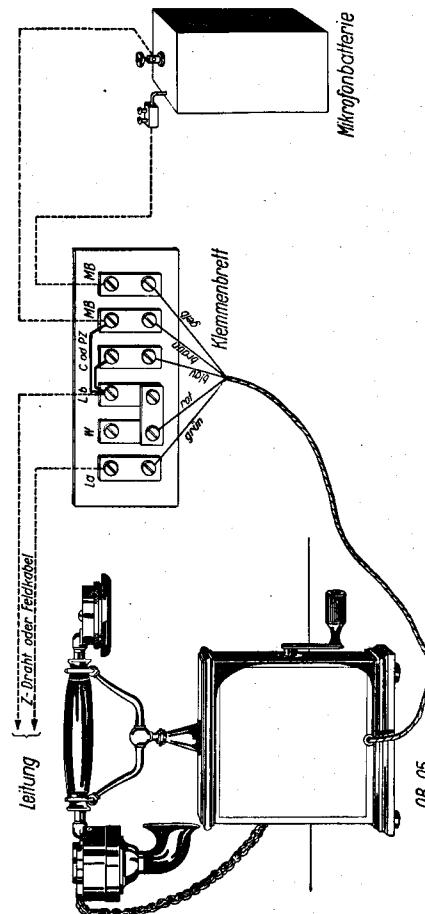

Bild 19. Sprechstelle.
a) Der Posttisch-Apparat OB 05 wird mit seiner Mikrophonbatterie über ein zugehöriges Klemmennetz in der im Bild 19 dargestellten Weise an die Leitung angeschaltet. Die beiden Enden des Zimmerleitungsdrätes oder Feldkabels werden an die Klemmen La und Lb des Klemmennetzes und die Verbindungsdrähte zur Mikrophonbatterie an die Klemmen MB angelegt. Die Klemmen W, LB, C oder PZ und MB müssen zum Betrieb des Apparates, wie im Bild 19 angegeben, verbunden sein. Erfordert die technische Einrichtung des Vermittlungsamtes Abweichungen (z. B. Einschaltung von Kondensatoren), so ist nach den Anweisungen der Reichspost zu verfahren.